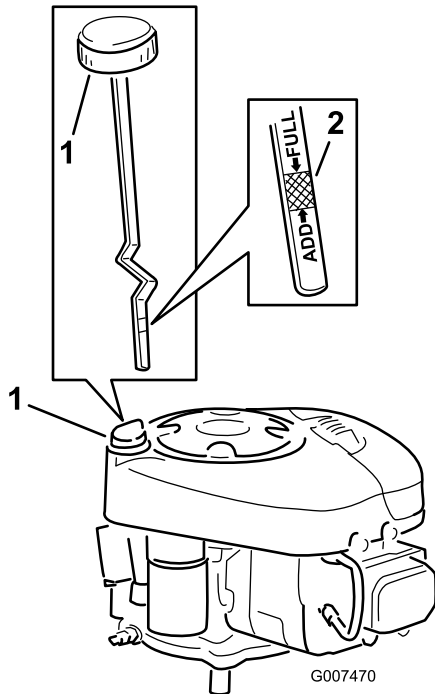

Figure 22
8. Nettoyez la surface autour de la jauge d'huile (Figure 22) pour éviter que des impuretés ne s'introduisent dans le goulot de remplissage, ce qui risquerait d'endommager le moteur.
9. Retirez la jauge d'huile et essuyez soigneusement l'extrémité métallique (Figure 22).
10. Vissez complètement la jauge d'huile dans le goulot de remplissage (Figure 22). Dévissez de nouveau la jauge et examinez l'extrémité métallique. Si le niveau est bas, versez lentement une quantité d'huile suffisante dans le goulot de remplissage pour amener le niveau au repère du plein (FULL) sur la jauge.
13. Versez lentement environ 80% de la quantité d'huile spécifiée dans le goulot de remplissage (Figure 22). Contrôlez le niveau d'huile (voir les points 9 et 10 de la rubrique Contrôle du niveau d'huile).